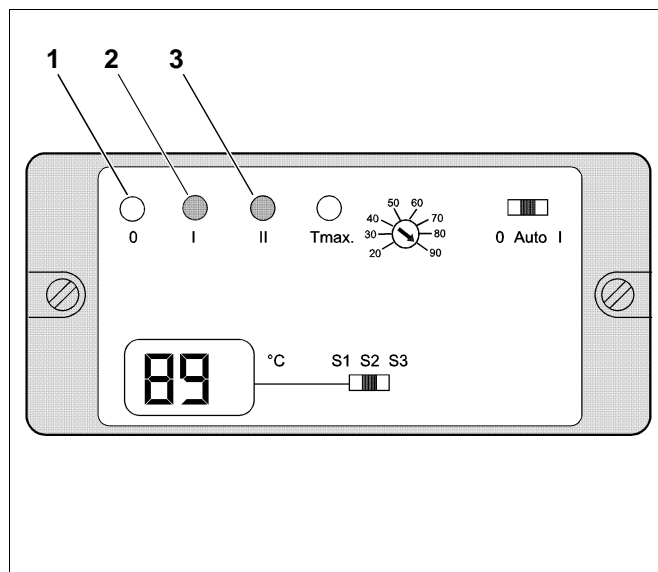
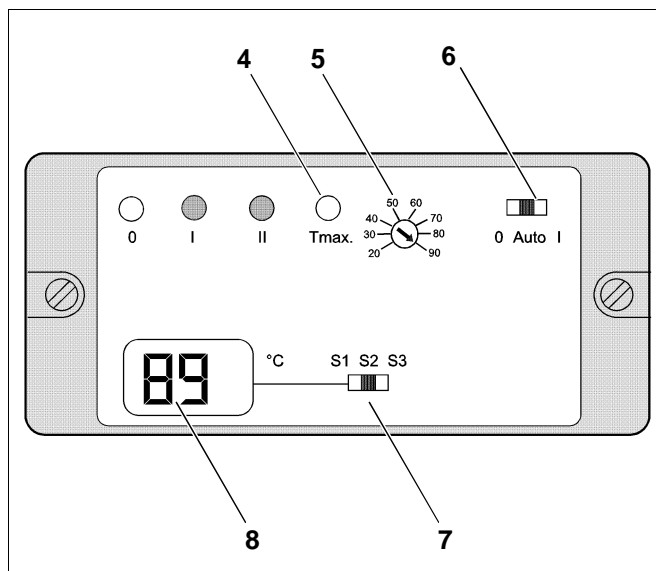

Fig. 28 Logamatic KR 0105
Fig. 29 Logamatic KR 0105
Sulla parte anteriore dell'apparecchio di regolazione si trovano (fig. 28 e fig. 29, pos. 1 – 8) le seguenti funzioni: